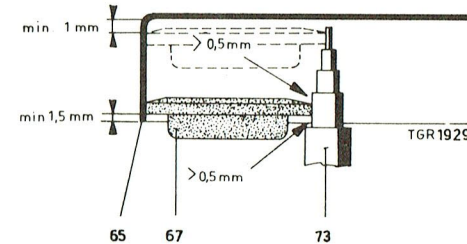

Fig. 4
a) La roue intermédiaire 67 dans sa position la plus élevée doit se trouver à 1mm de la face intérieure du plateau, et dans sa position la plus basse à 1,5 mm du bord inférieur du plateau, voir fig. 4.
b) Les bords de la bande de roulement de la roue intermédiaire doivent se trouver à 0,5 mm minimum des bords des étages de la poulie moteur, voir fig. 4.